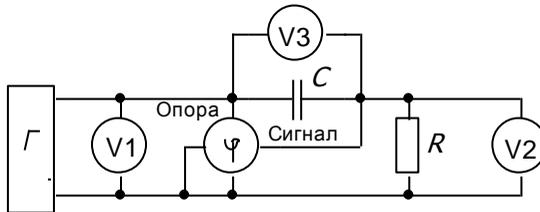

Рис. 3.1
2. Для цепи рис. 3.1 рассчитать комплексы действующих значений тока и напряжений на резисторе и емкости. Исходные данные для расчетов взять из табл. 3.1.
3. На рис. 3.1 заменить емкость индуктивностью. Выполнить расчеты, аналогичные п. 2; результаты расчетов занести в табл. 3.3.
1. Исследование режима в цепи RC. Собрать цепь по схеме рис. 3.1. Установить частоту и напряжение согласно заданию. Записать в табл. 3.2 показания приборов. Экспериментальную величину  $Z_{вх}$  рассчитывают на основании показаний приборов. Сравнить результаты эксперимента с расчетными. Убедиться, что напряжение источника равно геометрической сумме напряжений на емкости и резисторе.
2. Исследование режима в цепи RL. Заменить конденсатор (схема на рис. 3.1) катушкой индуктивности. Выполнить измерения и расчеты, аналогичные для цепи RC, их результаты занести в табл. 3.3.